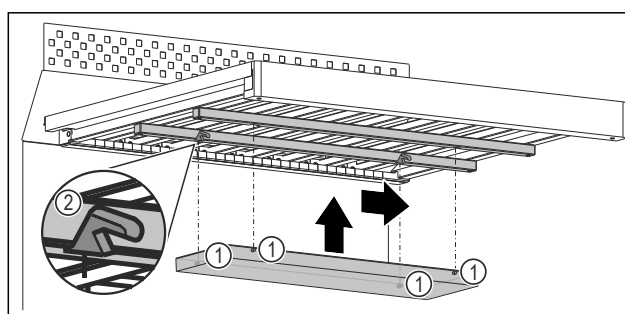

Fig. 110 例图
- 将每个塞子 Fig. 110 (1) 推入木栅格下方板条上的相应槽 Fig. 110 (2) 中。